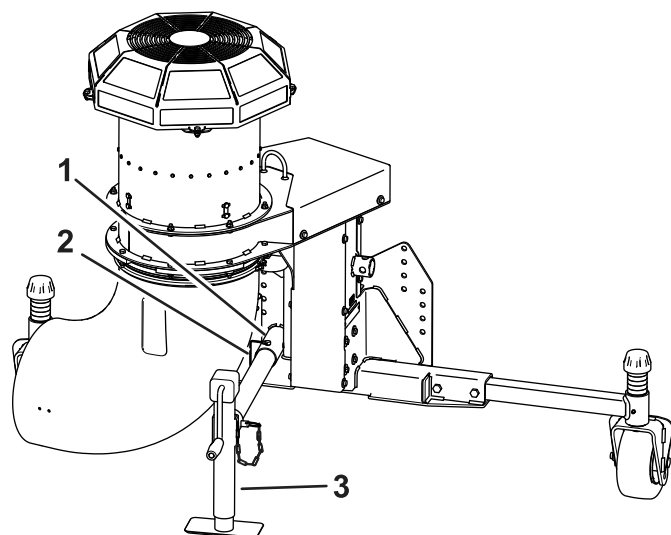

**Figura 7**
8. Retire la correa del palet y sujétela a la argolla de elevación del soplador (Figura 7).